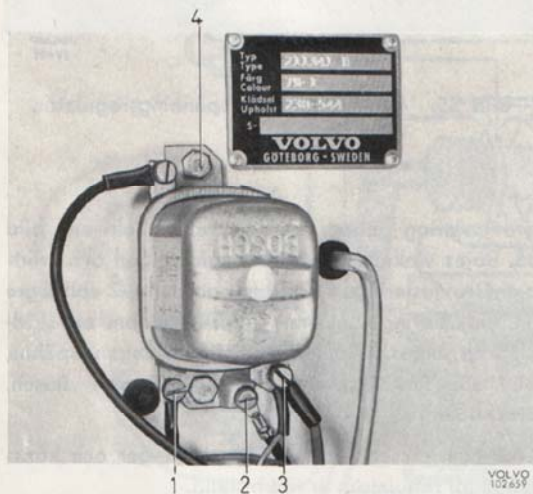

Bild 31. Laddningsregulatorns anslutningar.
3. Anslut ledningarna. Ledningarna anslutes enl. bild 31.